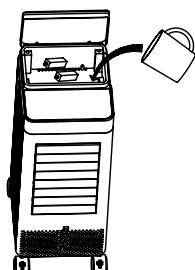

Figura 3
(2) Aggiungere acqua dal serbatoio superiore. Aprire il coperchio del serbatoio dell'acqua e versarvi lentamente dell'acqua di rubinetto pulita (figura 3). Nota: Quando si aggiunge acqua, osservare il livello dell'acqua attraverso la tacca di livello sul retro del serbatoio. Non superare il livello massimo del serbatoio dell'acqua quando si aggiunge acqua.